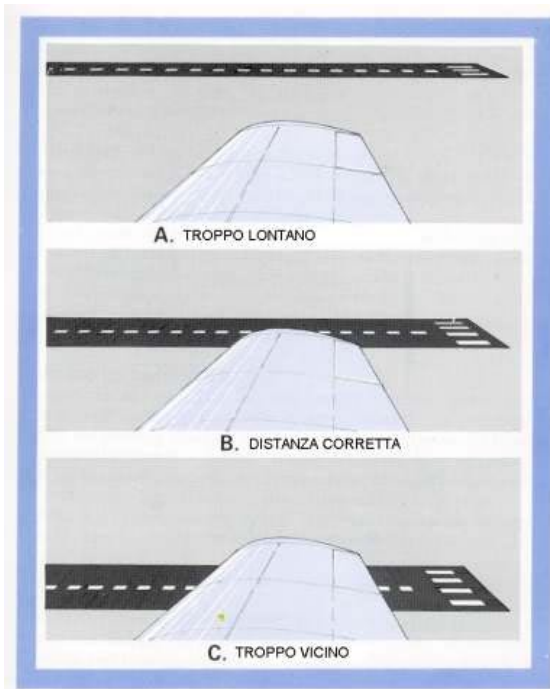
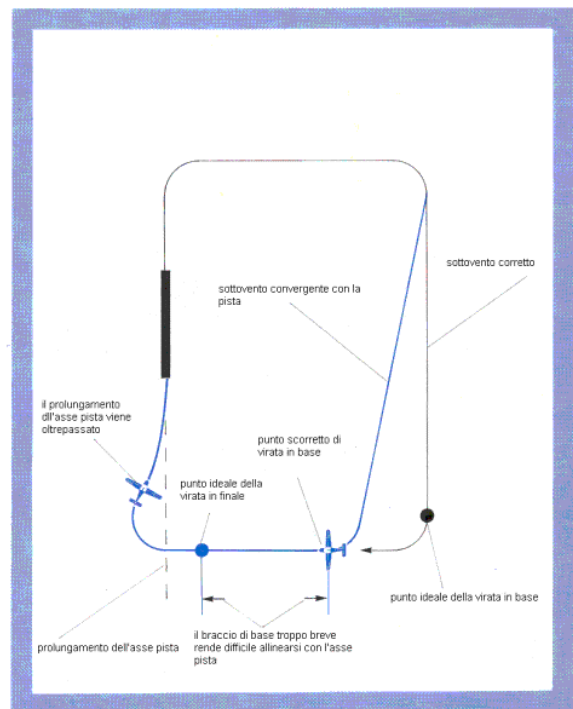

Figura 3
Figura 4
Se il sottovento è stato volato parallelo alla pista ed alla giusta distanza dalla stessa (utilizzando la tecnica illustrata nella Figura 3), non dovrebbe presentarsi il problema della Figura 4, poiché sarà possibile
1) Il sottovento è volato alla giusta distanza quando guardando la punta dell'ala la si vede coincidere con la pista. [ndt - Questo si riferisce a velivoli ad ala bassa; per gli aerei ad ala alta, volendo utilizzare questo artificio, non resta che guardare una spanna più in basso della punta dell'ala.] Questo è illustrato nella Figura 3. La situazione A, anche se scorretta, è accettabile, facendo attenzione a non tagliare la strada ad altri mezzi virando in base. Questo tipo di sottovento può addirittura aiutare a separarci dai velivoli più lenti, che volano più vicini al campo, ma che devono essere tenuti costantemente sott'occhio. La situazione B è ideale, ma la C non è tollerabile e deve essere corretta immediatamente. Inoltre, se ci si comporta come nella situazione B, si eviterà di convergere verso la pista e trovarsi poi con una base accorciata.
2) Sarebbe buona abitudine controllare con la bussola di volare per il reciproco della direzione della pista, questo aiuta ad evitare il problema descritto nella Figura 4.